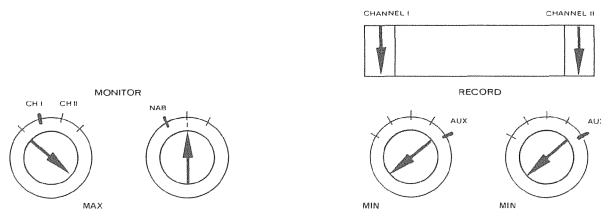

Fig. 6.4—59
- Set controls per fig. 6.4 —59